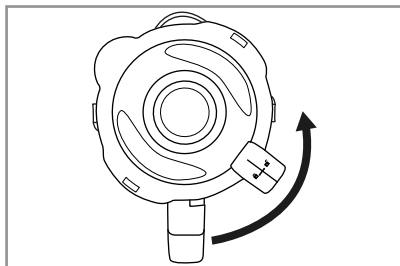

Fig. 1
- 1) Tournez le bol mixeur ③ dans le sens anti-horaire jusqu'à ce que la flèche ▼ située sous la poignée du bol mixeur ③ se trouve sur la position ☐. Détachez le bol mixeur ③ tout droit vers le haut du bloc moteur ⑥.
- 2) Retirez le couvercle ② en le tournant dans le sens anti-horaire en direction de la position ☐ (voir fig. 1), jusqu'à pouvoir le retirer par le haut.